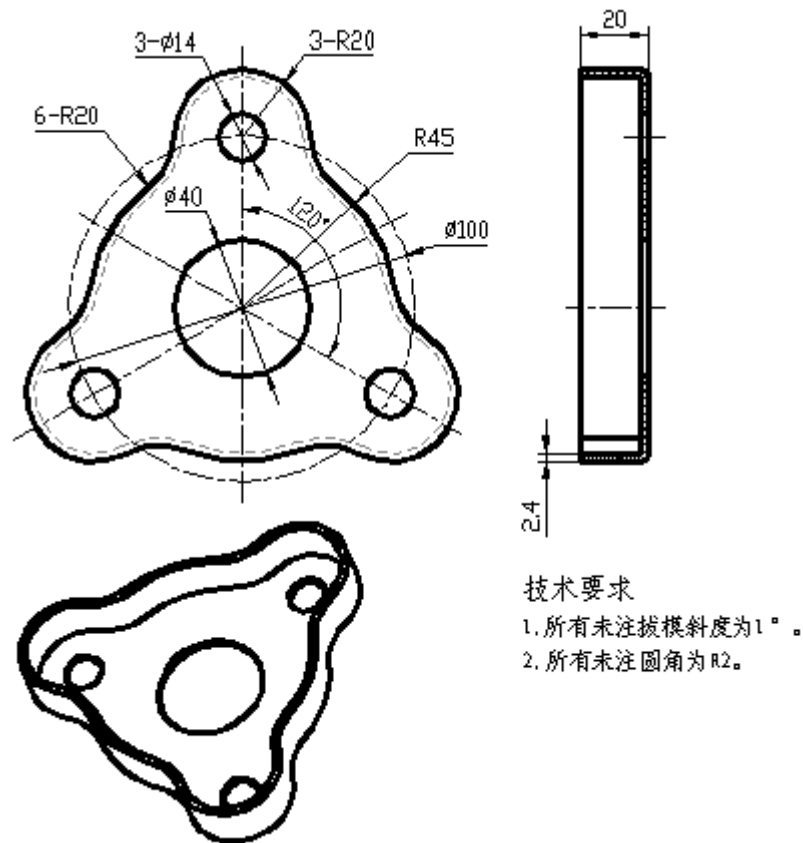

图 2-4 三角形盖
按照图2-4的要求, 进行三角形盖塑件造型及注射模具型腔、型芯零件设计。
- (1) 在F盘下建立考生文件夹, 文件夹名称为考生准考证号, 塑件三维造型及型腔、型芯设计所完成后的文件都存于此文件夹中。
- (2) 根据图2-4对该塑件进行三维造型设计, 文件名称为3DSJ。
- (3) 完成该塑件的注射模具型腔、型芯零件设计, 一模两穴。
- (4) 分模文件名称为SJFM , 型腔 (cavity) 和型芯(core)。